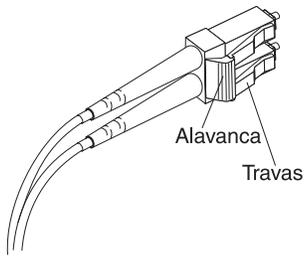

Figura 3-19. Alavanca e Travas do Cabo Fibre Channel LC-LC
1. Na extremidade do cabo que se conecta à extremidade do conector LC do adaptador do cabo LC-SC, mantenha pressionada a alavanca para soltar as travas. A Figura 3-19 na página 3-14 mostra o local da alavanca e das travas.